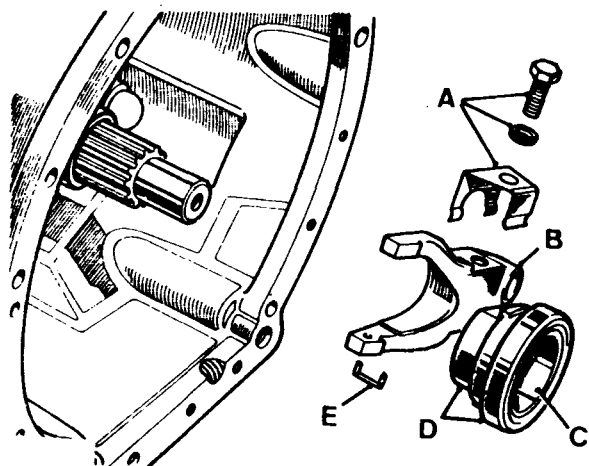

Fig. B2-16 - Cojinete de desembrague desmontado.
- 1.1.- Se desmontará el piso de cabina (Tarea A4-4), base del asiento (Tarea C3-1) y el conjunto de la caja de velocidades. Se retirará la horquilla-fiador (fig. B2-16) y se extraerá el conjunto del cojinete y manguito. Si fuese necesario podrá separarse el cojinete de su manguito por medio de una prensa. Al instalar el cojinete nuevo, se colocará con el extremo concavo hacia el costado saliente del manguito.